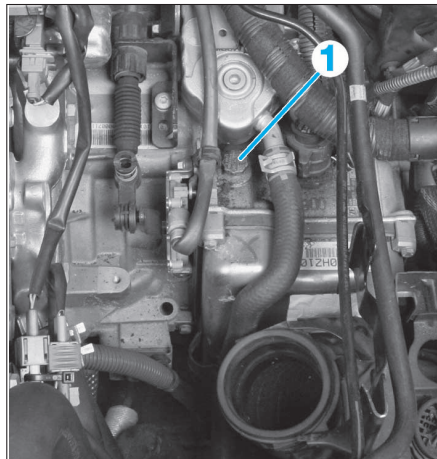

FIG. 19
- l'ensemble de mise à l'air libre (1) (Fig.19) à l'aide de l'outil [3].